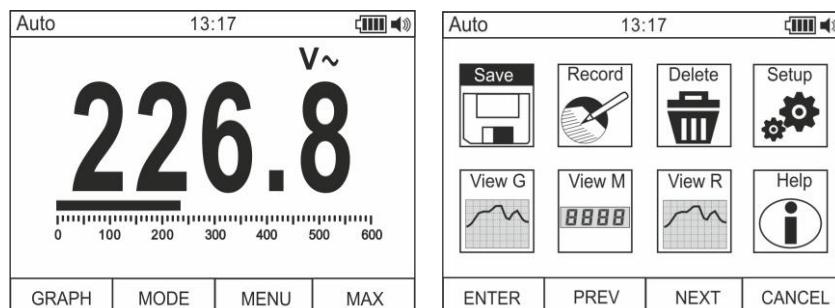

Fig. 9: Menu geral do instrumento
- Com a medição presente no display (ver Fig. 9 – parte esquerda) premir o botão da função **F3** para aceder ao menu geral do instrumento. No display é apresentado o seguinte ecrã (ver Fig. 9 – parte direita).